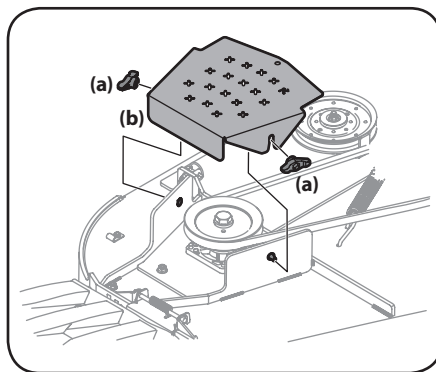

Figure 4-6
2. Retirez les écrous papillon qui fixent les couvercles de courroie au plateau de coupe. Voir Figure 4-6.
6. Placez la courroie autour des poulies de tension retirées à l'étape 3 avec le côté en « V » vers le bas. Après avoir installé la courroie, installez la quincaillerie et serrez l'écrou autobloquant afin de fixer l'assemblage. Voir Figure 4-6.
7. Installez la courroie comme indiqué à la Figure 4-6, puis réinstallez le plateau de coupe. Consultez la sous-section *Installation du plateau de coupe* à la page 22.